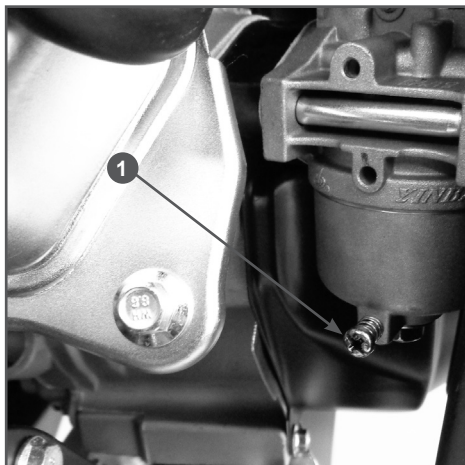

Рис. 19 Слив топлива с поплавковой камеры карбюратора
2. Выкрутите винт 1 сливного отверстия (Рис. 19) на 2-3 оборота и слейте топливо из поплавковой камеры карбюратора.
1. Слейте топливо из топливного бака и карбюратора (Рис. 19).